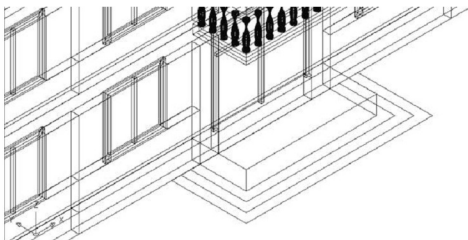

图 6.60 拉伸最内侧的矩形
- (1) 执行菜单栏中的【绘图】|【建模】|【拉伸】命令。
- ① 在**选择对象**:提示下,选择最内侧的矩形。
- ② 在**指定拉伸高度或[路径(P)]**:提示下,输入“600”,表示向 Z 轴正方向拉伸 600mm。
- ③ 在**指定拉伸的倾斜角度<0>**:提示下,按 Enter 键,表示拉伸的倾斜角度为“0”,结果如图 6.60 所示。